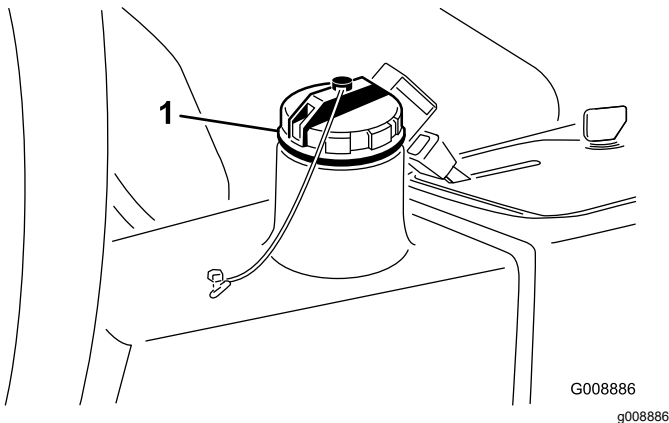

Figura 79
4. Llene el depósito (Figura 79) con aproximadamente 13,2 litros de aceite hidráulico; consulte Comprobación del sistema hidráulico (página 52).